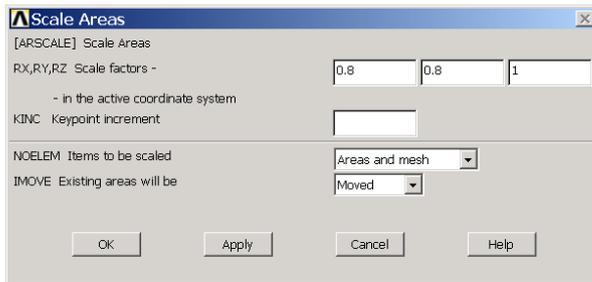

图3.84 缩放面的设置
(1) 单击 **Main Menu>Preprocessor>Modeling>Operate>Scale>Areas** 菜单，弹出图形拾取对话框，在图形视窗中选择 A1~A4 四个圆面，单击【OK】按钮，将弹出如图 3.84 所示